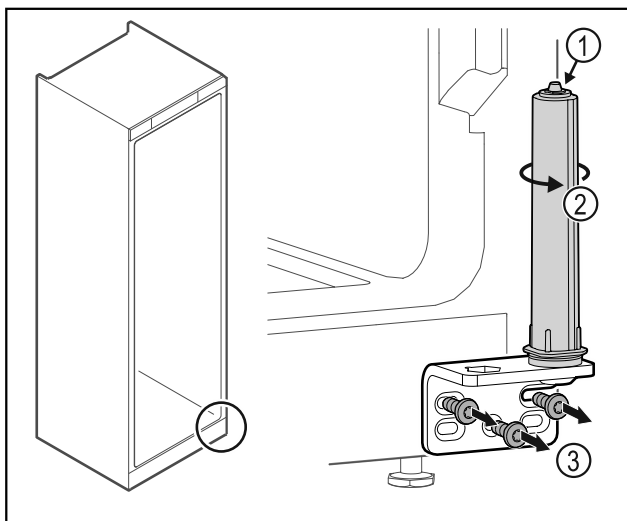

Fig. 29
- Ne rastavljajte sustav zatvaranja vrata Fig. 29 (1).
- Okrećite sustav zatvaranja Fig. 29 (2) dok ne klikne.
- Odvrnite kutne šarke Fig. 29 (3).